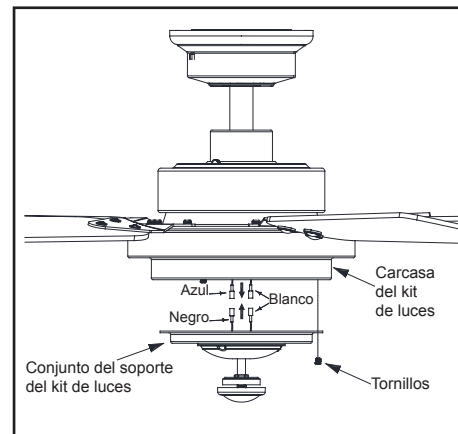

Figura 16
1. Quita un tornillo de la carcasa del kit de luces y afloja, pero no quites, los otros dos. Conecta los cables del conjunto del soporte del kit de luces a los cables del conjunto motor-ventilador uniendo los enchufes moldeados del adaptador. Coloca con cuidado todos los cables y empalmes dentro de la caja del interruptor. (Figura 16)
2. Empuja el conjunto del soporte del kit de luces hacia arriba de manera que las cabezas de los dos tornillos aflojados encajen en las ranuras tipo ojo de cerradura. Gira el conjunto del soporte kit de luces hacia la derecha y aprieta los tornillos. Vuelve a instalar el tornillo que retiraste en el paso 1 y apriétalo firmemente. (Figura 16)